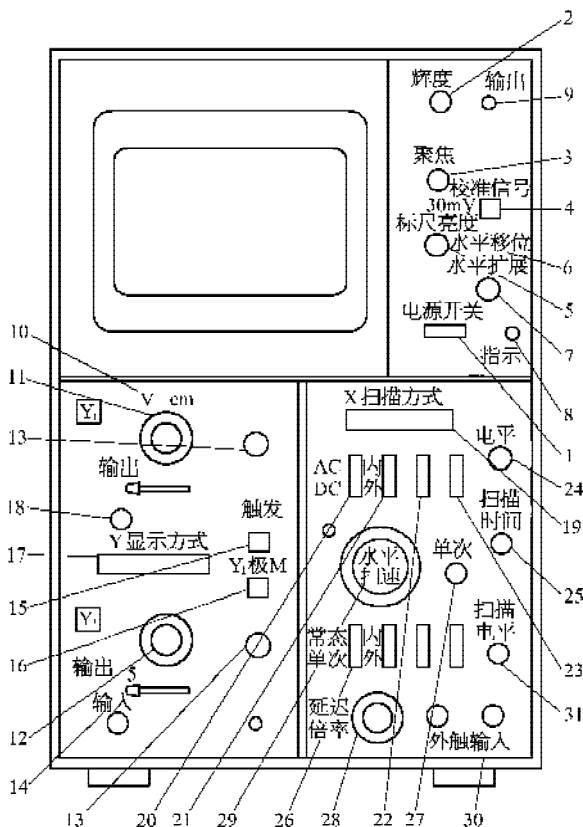

图 1-5 示波器面板控制件示意图
(1) 基本的面板控制件(见图 1-5)。面板上各开关功能如下:
- ① 电源开关:用于接通和关断仪器的供电电源。
- ② 辉度:调节示波管栅极控制电压,以改变荧光屏显示波形明暗程度。
- ③ 聚焦:控制示波管聚焦极电压,使电子束的焦点会聚在荧光屏上,显示
④ 校准信号:控制校准方波幅度值的开关。
⑤ 标尺亮度:控制坐标标尺(或示波管内刻度)的亮度。
⑥ 水平位移:调节水平放大器输出直流电平,以改变电子轨迹的水平位置。
⑦ 水平扩展:提高水平放大器增益的装置。提高扫描速度及水平偏转灵敏度。
⑧、⑨、⑩ 功能如图 1-5 所示。
⑪ Y 衰减(V/cm):对 Y 轴输入信号进行衰减的开关,用于灵敏度粗调,一般按 1-2-5 进行分档。
⑫ Y轴微调:对Y轴输入信号衰减微调的旋钮,用于灵敏度微调,一般微调用比 $\geq 2.5:1$ 。定量测试时,应置校准位置。